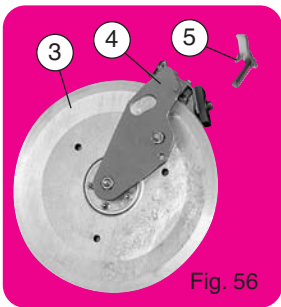

Fig. 56
- 1 roue ③ sur son cadre ④ avec décrottoir et boulonnerie
- 1 taquet d'escamotage ⑤ (fig. 56).
- 1 wheel ③ on its bracket ④ with scraper and bolts
- 1 retracting latch ⑤ (fig. 56)
- Rolle ③ mit Halter ④ mit Abstreifer und Schrauben
- Arretierungsflasche ⑤ - Fig. 56